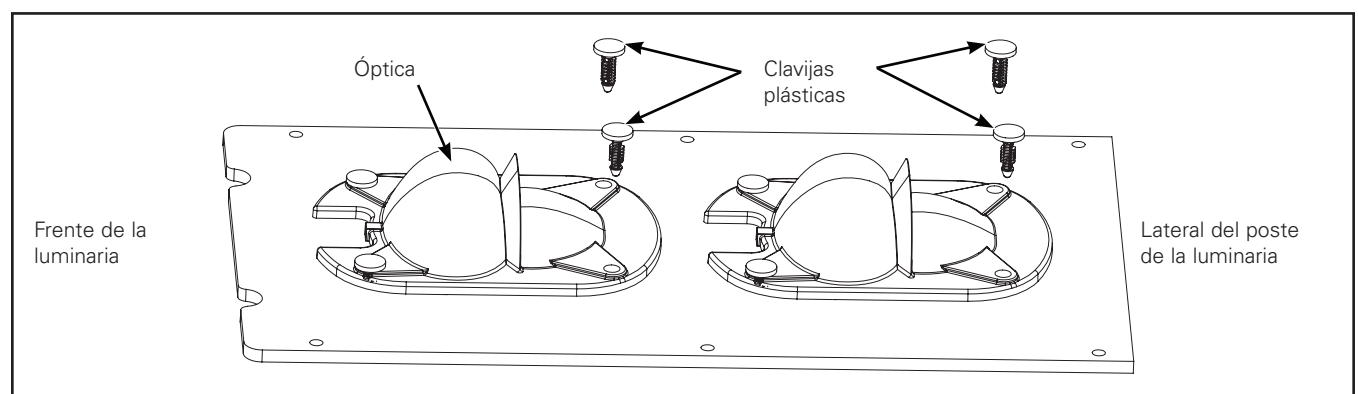
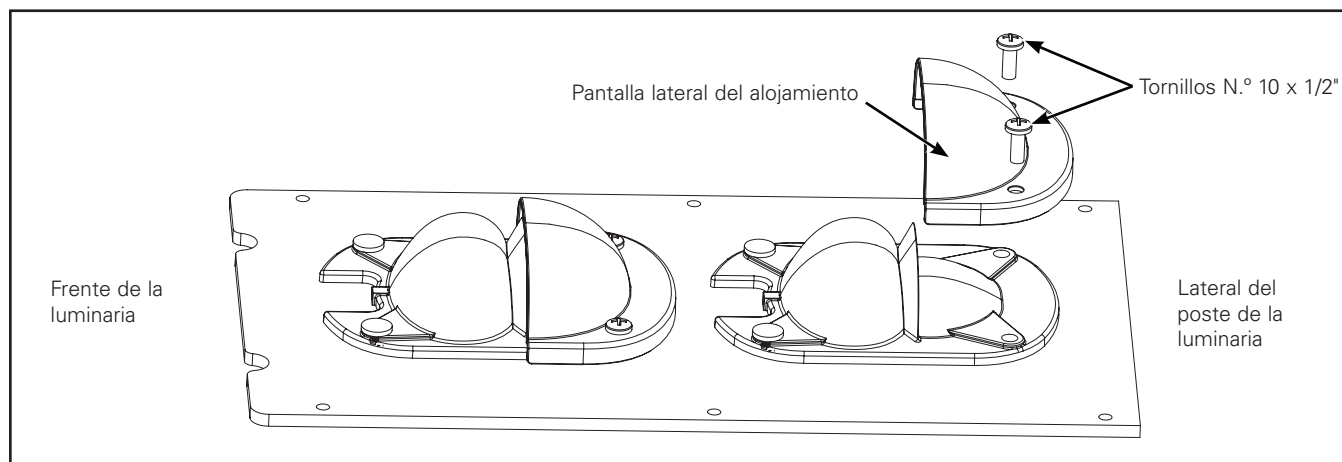

Figura 1.
Figura 2.
Pantalla lateral del alojamiento (Figura 1. y Figura 2.)
1. Extraiga las clavijas plásticas de sujeción a presión del lado opuesto de la óptica. (Figura 1.)
Nota: La pantalla lateral del alojamiento debe instalarse ÚNICAMENTE en el lateral reverso de la óptica, como se muestra en la (Figura 2).